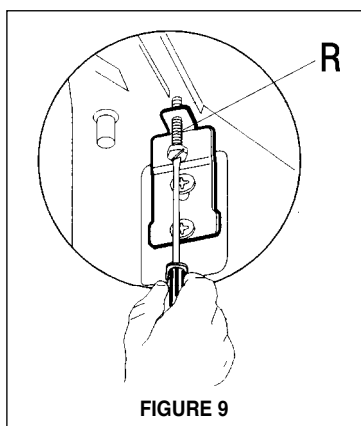

FIGURE 9
5. Mettre la hotte de niveau. La hauteur de la hotte peut être réglée en tournant les vis (R) tel qu'il est indiqué à la FIGURE 9, de chaque côté du ventilateur.